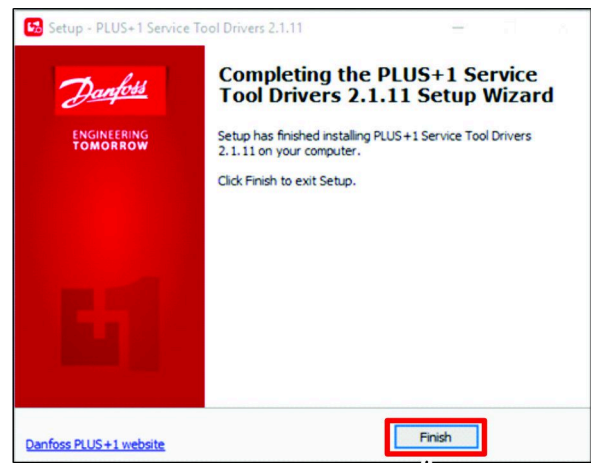

Figura 32
3. Na caixa de diálogo Completing Service Tool Drivers Setup Wizard (assistente de instalação dos drivers), clique em FINISHED (concluído) (Figura 32).